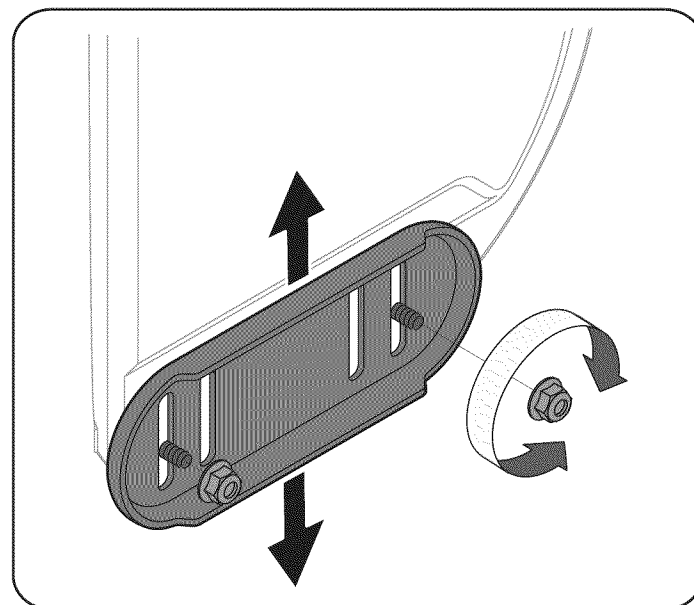

Figura 14
1. Afloje las cuatro tuercas hexagonales (dos en cada lado) y los pernos del carro. Mueva las zapatillas antideslizantes a la posición deseada. Vea la figura 14.